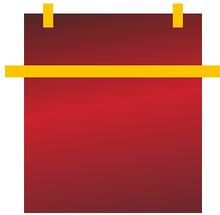

Abbildung 05
- › Mit einem Abdeckband ist im oberen Bereich und bevorzugt auf einer ebenen Fläche ein horizontaler Anschluss zu bilden. (Abb. 05)